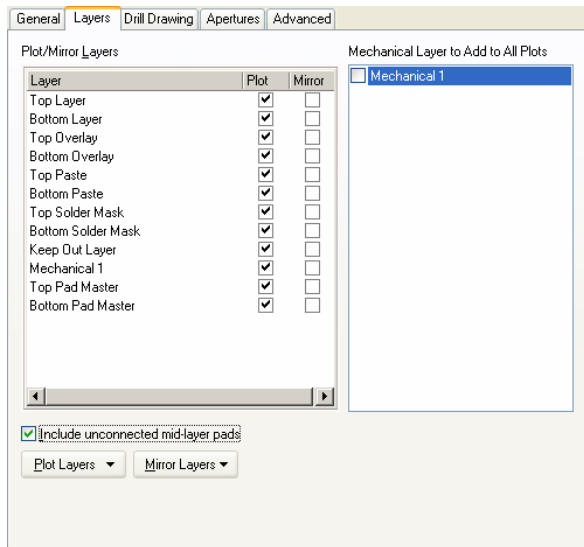

图 9.2 “Layers”选项卡
(6) 单击“Layers”选项卡标签，打开如图 9.2 所示的“Layers”选项卡，该选项卡用于设置需要产生 Gerber 文件的层。